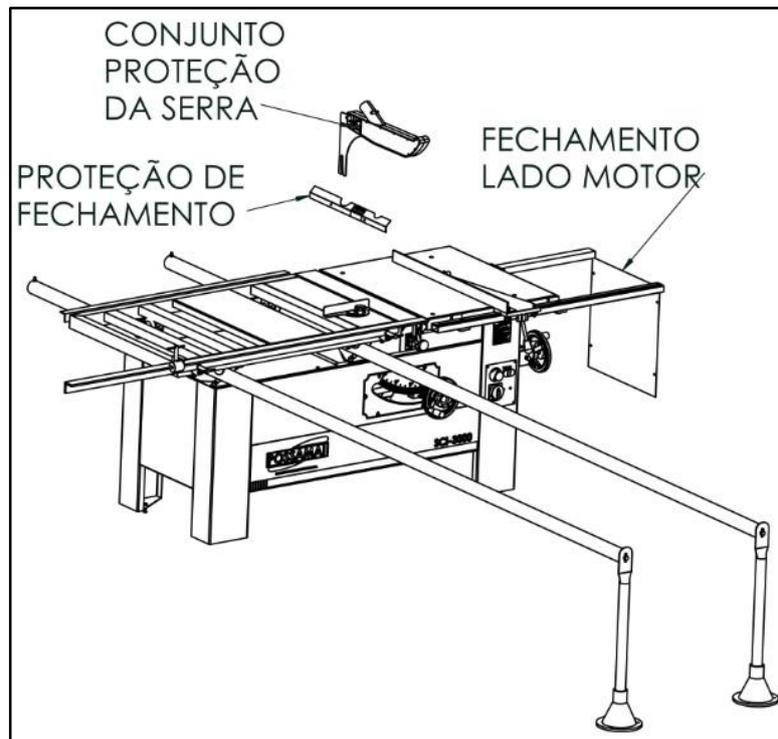

Figura 12: PROTEÇÕES DE SEGURANÇA
- Sem as devidas proteções previstas, eliminar as mesmas ou partes dela (ver figura 12).
Esta máquina possui proteções em suas áreas de risco, as quais descrevemos abaixo (ver figura 12).
- C) Verificar se as proteções de segurança estejam em seus devidos lugares (ver figura 12 Proteções de segurança) não operar a máquina sem as proteções;